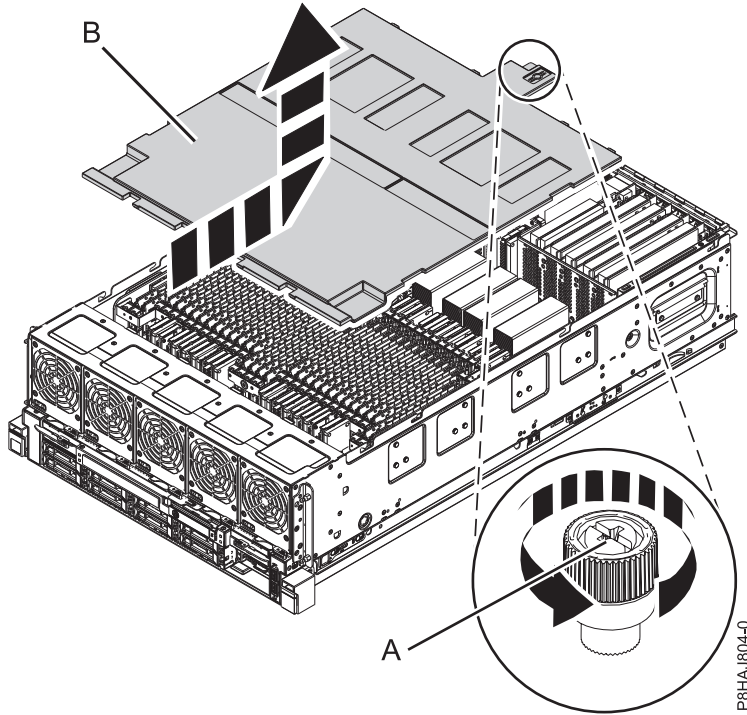

Figure 31. Retrait du capot de sécurité
2. Desserrez la vis moletée (A) située à l'arrière du capot en la tournant dans la direction illustrée dans la figure 31, à la page 54.
3. Faites glisser le capot de sécurité (B) vers l'arrière du système. Une fois l'avant du capot dégagé du bord supérieur du châssis, soulevez et retirez le capot.